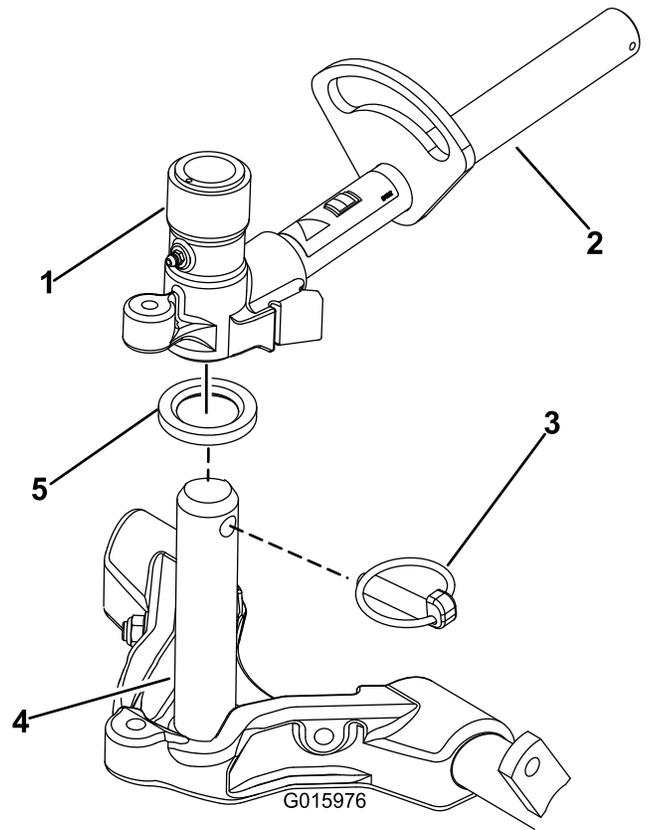

Figure 16
- Enduisez l'arbre du bâti porteur de graisse propre (Figure 16).
- Pour les unités de coupe avant, poussez une unité de coupe sous le bras de levage tout en insérant l'arbre du bâti porteur dans la chape de pivot du bras de levage (Figure 16). Positionnez correctement la rondelle de butée sur l'arbre du bâti porteur.
- Fixez l'arbre du bâti porteur à la chape du bras de relevage avec la goupille à anneau (Figure 16).
B. Insérez la chape du bras de levage sur l'arbre du bâti porteur (Figure 16).